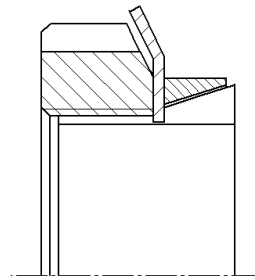

Bild 5.1) Lösen der Nutmutter
- Die Nutmutter lösen und herausdrehen. (siehe Bild 5.1)